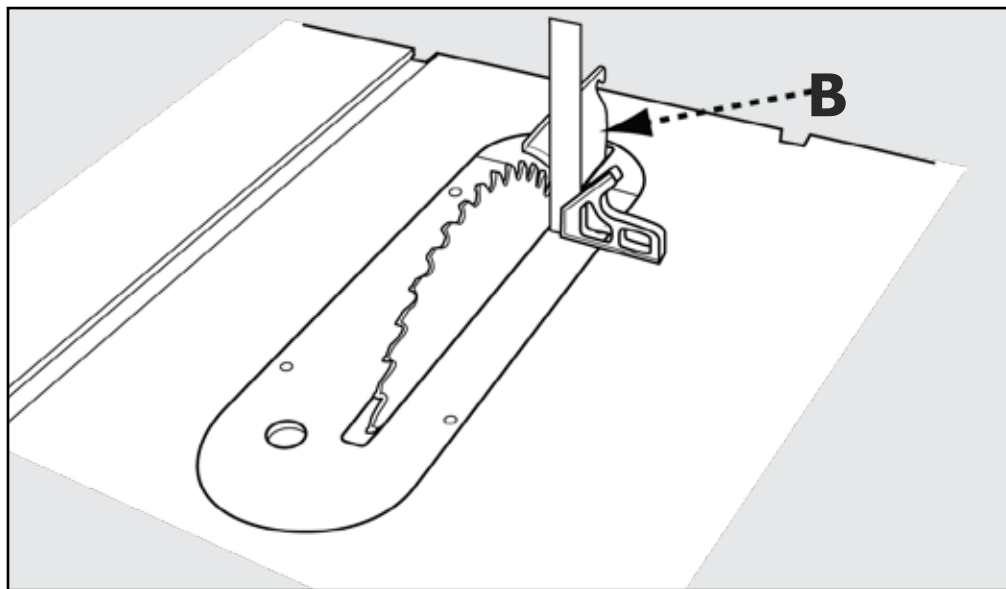

FIGURE 39
Placer une équerre (B) sur la surface de la table et contre la lame et le couteau diviseur. L'équerre doit être entièrement en contact avec la face de la lame et le couteau diviseur. Voir figure 39.